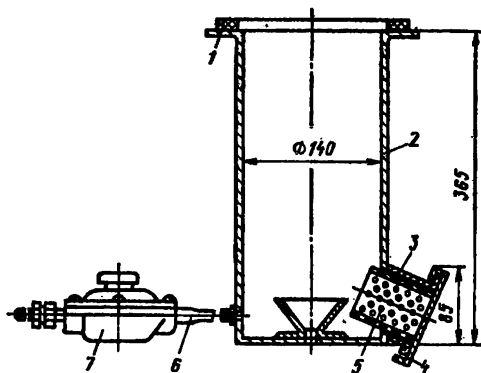

Рис. 53. Заглушка для проверки герметичности впускного тракта:
- заглушку (рис. 53), регулятор давления 7, создающий давление на выходе до 10...20 кПа (0,1...0,2 кгс/см²), соединительный шланг 6 и манометр с ценой деления не более 10 кПа (0,1 кгс/см²) для замера давления в тракте.